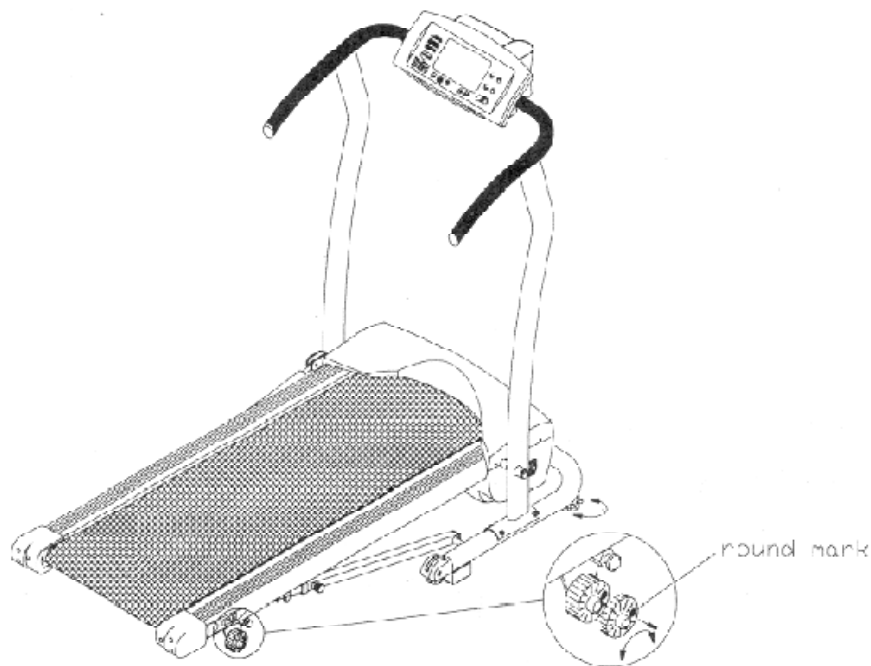

fig 10.2
1. Met de stabiliteitsknop kunt u de loopband verlagen of verhogen zodat de stabiliteit van de loopband wordt verbeterd (zie fig. 10.2)